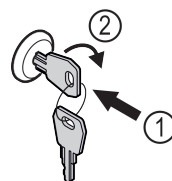

Fig. 124
- Sleutel erin duwen. Fig. 124 (1)
- Sleutel 90° rechtersom draaien. Fig. 124 (2)